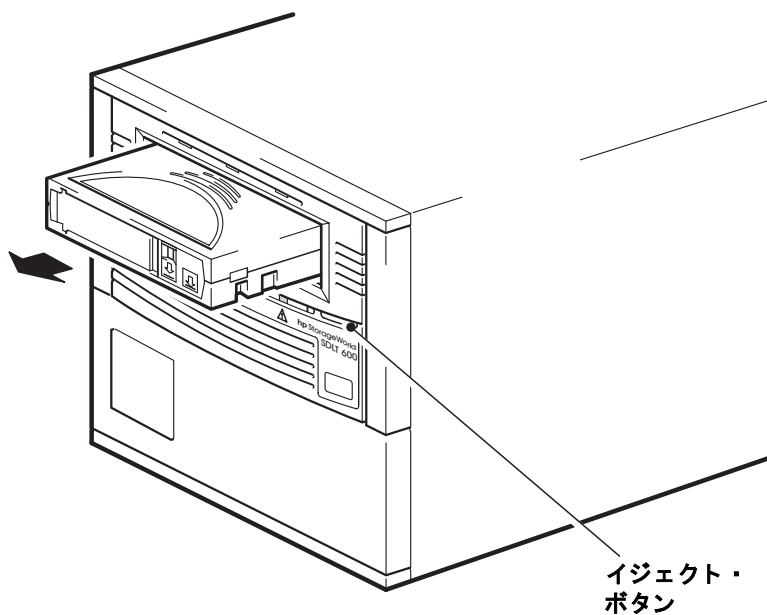

図 7b: カートリッジのアンロード
- 1 フロント・パネルのイジェクト・ボタンを押します（図 7b を参照）。